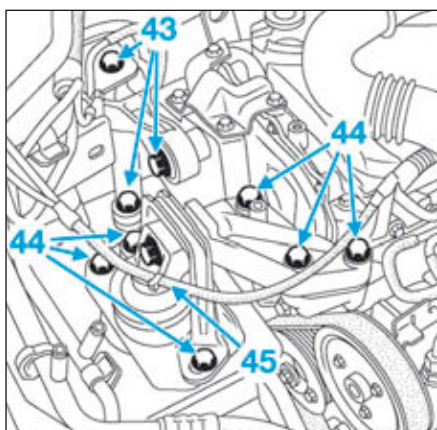

FIG.21
- Dégrafer le câblage (45) (Fig.21) de la suspension pendulaire droite.
- Déposer les vis (43) et (44) de la suspension pendulaire droite, celle-ci puis le groupe motopropulseur.